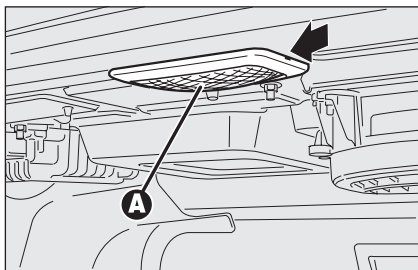

fig. 50
- estrarre la plafoniera **A-fig. 50** facendo leva nel punto indicato dalla freccia;